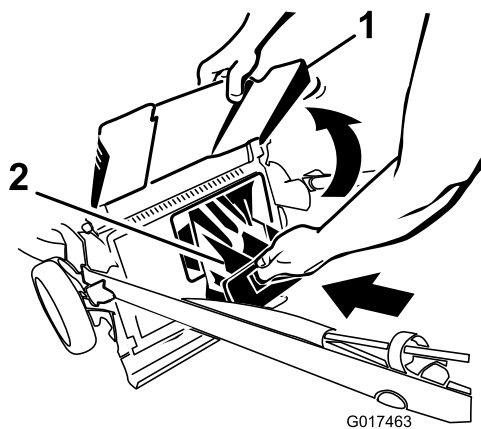

Figure 32
**Important:** Vérifiez que l'obturateur de la goulotte arrière est verrouillé en place. Pour verrouiller l'obturateur, relevez le volet arrière (Figure 32), appuyez fermement sur l'obturateur jusqu'à ce qu'il s'enclenche en position derrière les pattes, et tournez le levier situé sur l'obturateur vers la gauche (Figure 31).